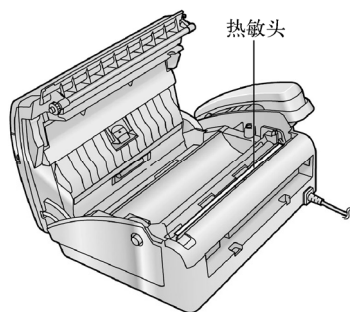

图3-22 热敏头位置
- ③ 使用蘸有异丙基外用酒精的布清洁热敏头,如图3-22所示,然后让所有部件完全干燥。